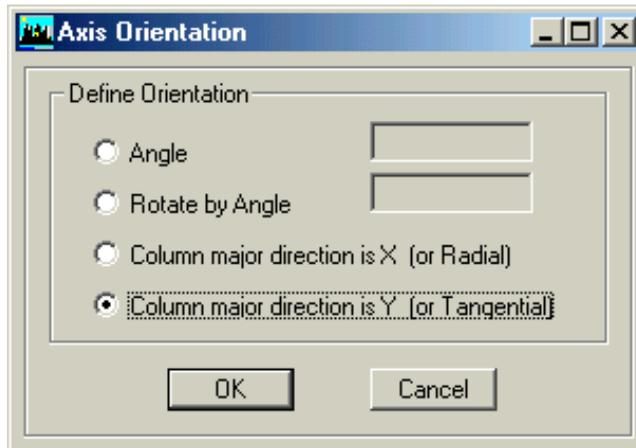

Figura 11- Orientación de Ejes para columnas
L. Hacer click en el comando **Assign menu > Frame/Line > Local Axes** para presentar el formulario mostrado en la Figura 11.